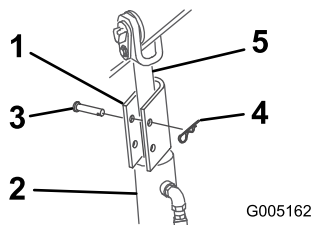

Рисунок 16
4. Опустите замок гидроцилиндра на шток каждого гидроцилиндра подъемного устройства (Рисунок 16).
5. Закрепите каждый замок гидроцилиндра при помощи шплинтуемого штифта и шплинта (Рисунок 16).